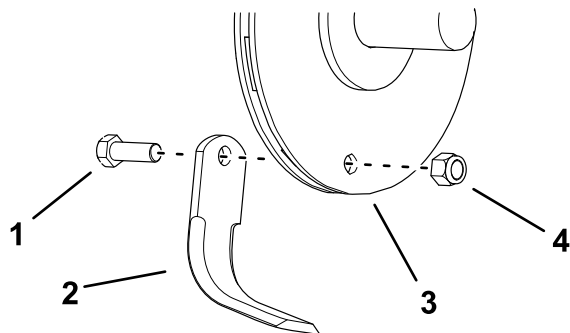

Рисунок 6
4. Отверните болт ($\frac{5}{8}$ x $1\frac{3}{4}$ дюйма), гайку ($\frac{5}{8}$ дюйма) и снимите зуб (**Рисунок 6**).
6. Установите новый зуб так, чтобы он был направлен в ту же сторону, что и старый (**Рисунок 6**).